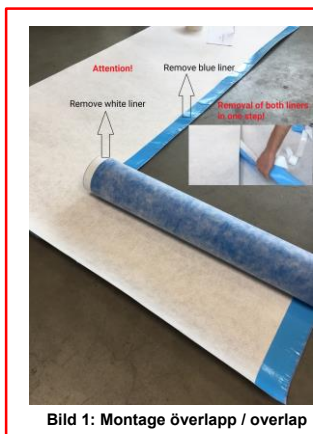

Bild 1: Montage överlapp / overlap
- Montera Polyfleece SX1000 på den horisontella ytan utefter det redan installerade HyDr Fleece. Tillse att skarvtjip över/undersida monteras mot varandra. Se Bild 1 & 2 nedan.
- 75 mm överlapp med förmonterade Polyfleece SX1000 tejp. Se bild 1 & 2 nedan.